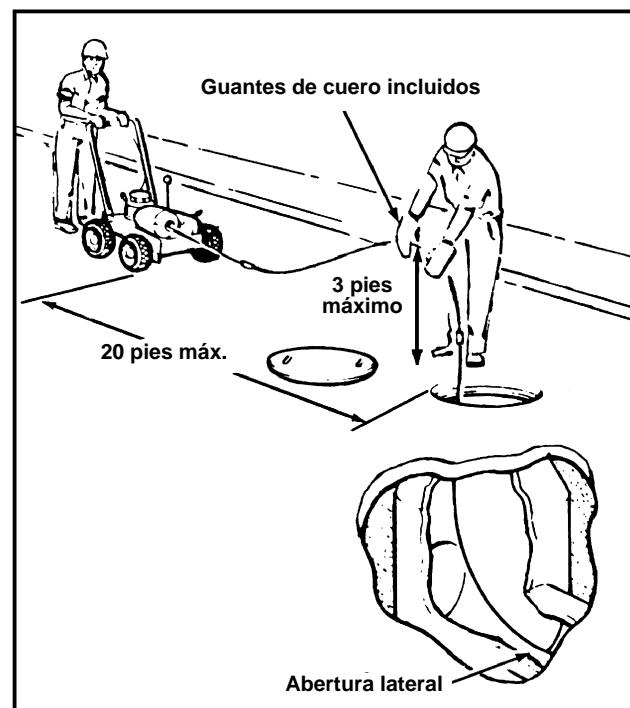

Figura 3 – Modo de empleo de la Limpiadora a varillas
▲ ADVERTENCIA Siempre maneje la máquina correctamente para mantener el control de la máquina y de las varillas y evitar lesionarse (*Figura 3*).
11. A medida que se empuja la máquina hacia delante, quien manipula la varilla debe empujar la varilla hacia abajo guiándola entre los pulgares y palmas de las manos y con los dedos extendidos. (*Figura 3*)